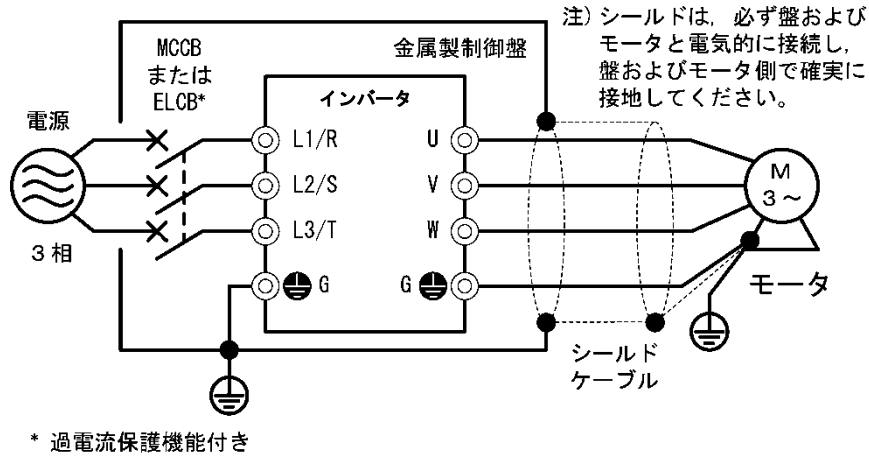

図 G. 1-3 EMC 対応フィルタ内蔵形設置方法
- 3) 放射ノイズが規格を超える場合は、図 G. 1-3 に示すように金属製の盤内にインバータおよび周辺機器を設置してください。